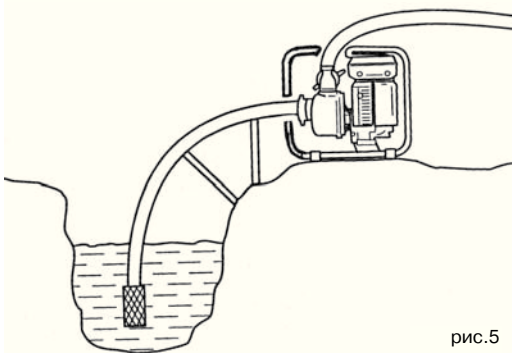

рис.5
6.7. Установить мотопомпу вблизи водоема (емкости); опустить фильтр всасывающего рукава в водоем, обеспечив вертикальное положение фильтра, как показано на рис. 5; отвернуть пробку 11; залить через воронку чистую воду до полного заполнения внутренних полостей насоса. Напорный рукав патрубка при этом должен быть выше на 70-100 мм от корпуса насоса. Признаком полного заполнения является отсутствие выхода воздушных пузырьков из корпуса. Плотнo, от руки, заверните пробку 11.
- 1) установить мотопомпу как показано на рис. 5;